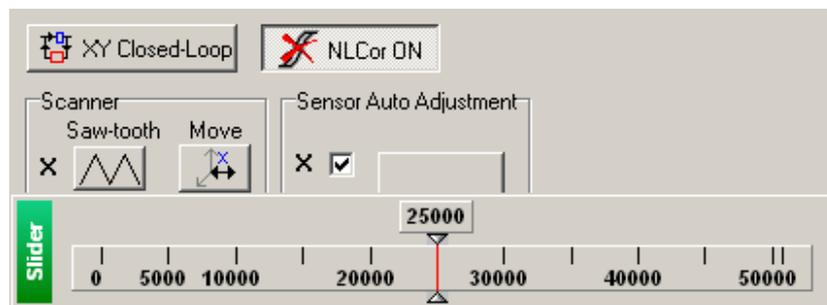

Рис. 2-11
- щелкните на кнопке **Move X**  и, с помощью появившегося ползунка, установите положение сканера по оси X в середину диапазона сканирования (Рис. 2-11);